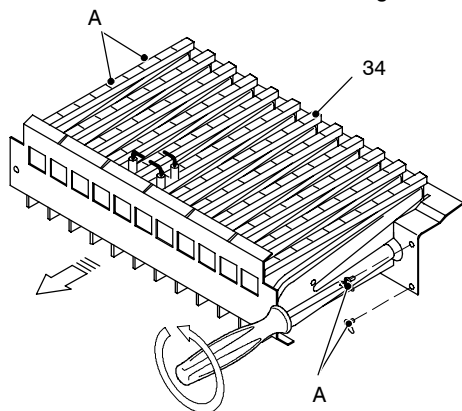

fig. 8.1
- 4 Togliere il pannello anteriore della camera di combustione ed il bruciatore 34 in fig. 8.1